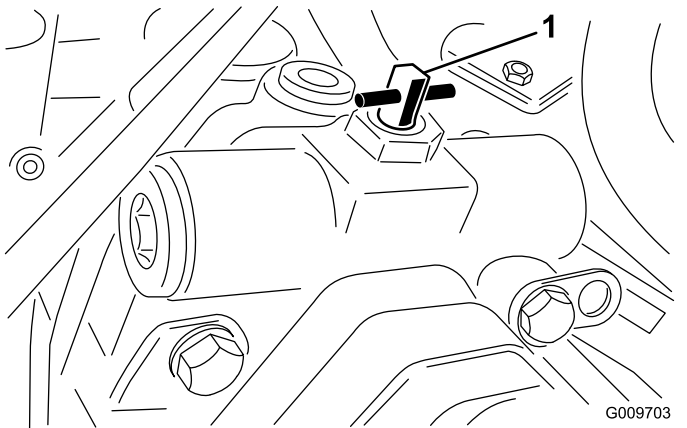

図 102
6. エンジンを始動する前に牽引用バイパスバルブを 90° 1/4 回転回して閉じる **図 102**。